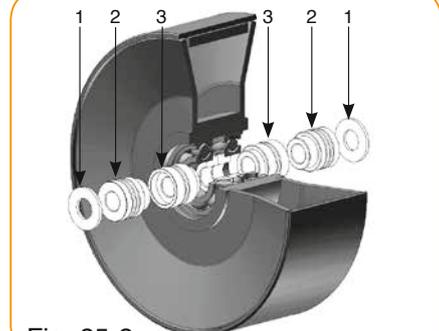

Fig. 25-2
- Montage version A ou C : roue légère largeur 67mm (fig. 25-2).
- Version A or C assembly : light wheel 67mm wide (fig. 25-2)
- Montage Version A oder C : leichtes Rad Breite 67mm (Abb. 25-2).
- Montaje versión A o C : rueda ligera anchura a 67mm (fig. 25-2).